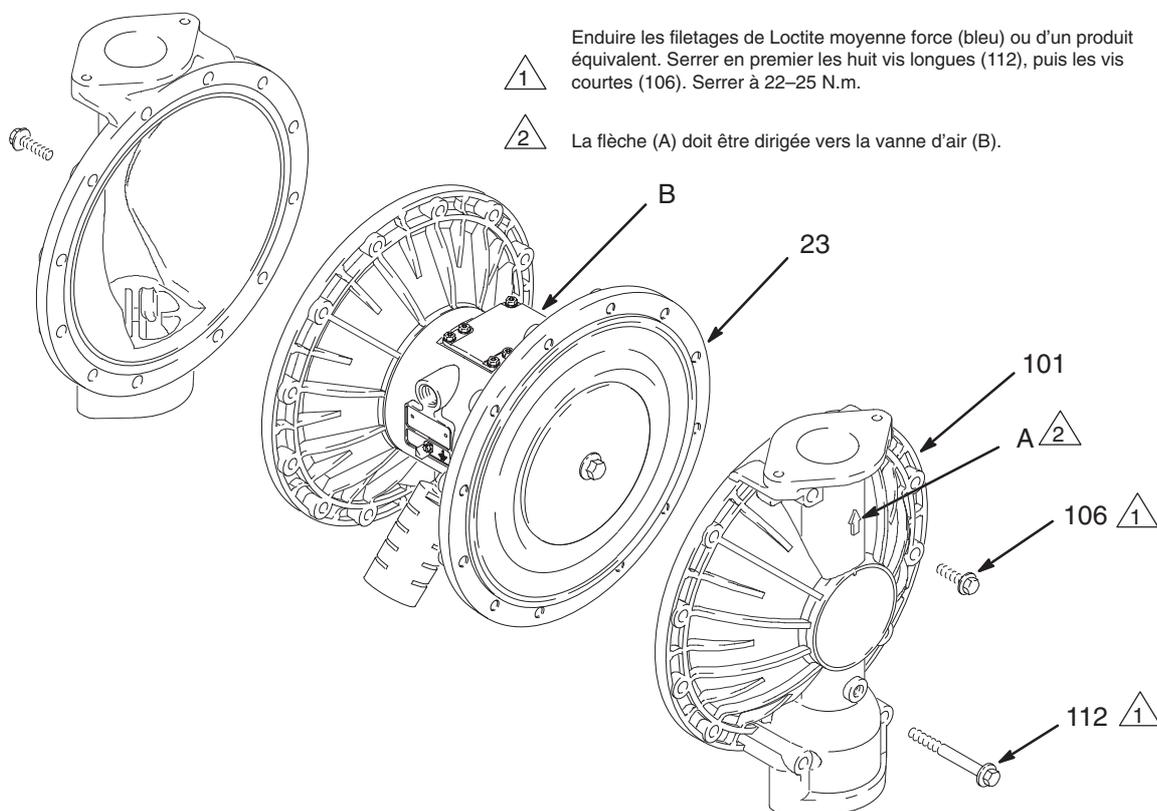

Fig. 11
3. À l'aide de clés à douille de 10 et 13 mm, retirer les vis (106 et 112) maintenant les capots du circuit produit (101) aux capots du circuit pneumatique (23). Retirer les capots du circuit produit (101) de la pompe. Voir Fig. 11.
- b. Placer la plaque de la membrane côté produit (105) sur le boulon de sorte que la face arrondie soit tournée à l'intérieur vers la membrane (401).
- c. *Pour les modèles en PTFE uniquement*, placer la membrane en PTFE (403*). S'assurer que la face marquée AIR SIDE (côté air) est tournée vers le corps principal (1).
- d. Placer la membrane (401*) sur le boulon. S'assurer que la face marquée AIR SIDE est tournée vers le corps principal (1).
- e. Placer la plaque de la membrane côté air (104) de sorte que la face creuse soit tournée vers la membrane (401).
- f. Enduire le filetage du boulon (107) de Loctite® moyenne force (bleu) ou d'un produit équivalent. Visser le boulon (107) dans l'arbre (24) et serrer à la main.
3. Graisser l'arbre de la membrane (24) sur la longueur et aux extrémités, puis le glisser dans le corps (1).
5. Maintenir un des boulons (107) de l'arbre avec une clé et serrer l'autre à un couple de 27–34 N.m à 100 tr/mn maximum.
6. Aligner les carters produit (101) avec corps principal (1) de sorte que les flèches (A) sur les carters soient dirigées dans le même sens que la vanne d'air (B). Serrer solidement les capots avec les vis (106 et 112). Placer les vis plus longues (112) dans les trous pratiqués en haut et en bas des carters produit. Voir Fig. 11.
7. Serrer d'abord les vis les plus longues (112) en diagonale et régulièrement au couple 22–25 N.m, à l'aide d'une clé à douille de 13 mm. Visser ensuite les vis plus courtes (106), avec une clé à douille de 10 mm.